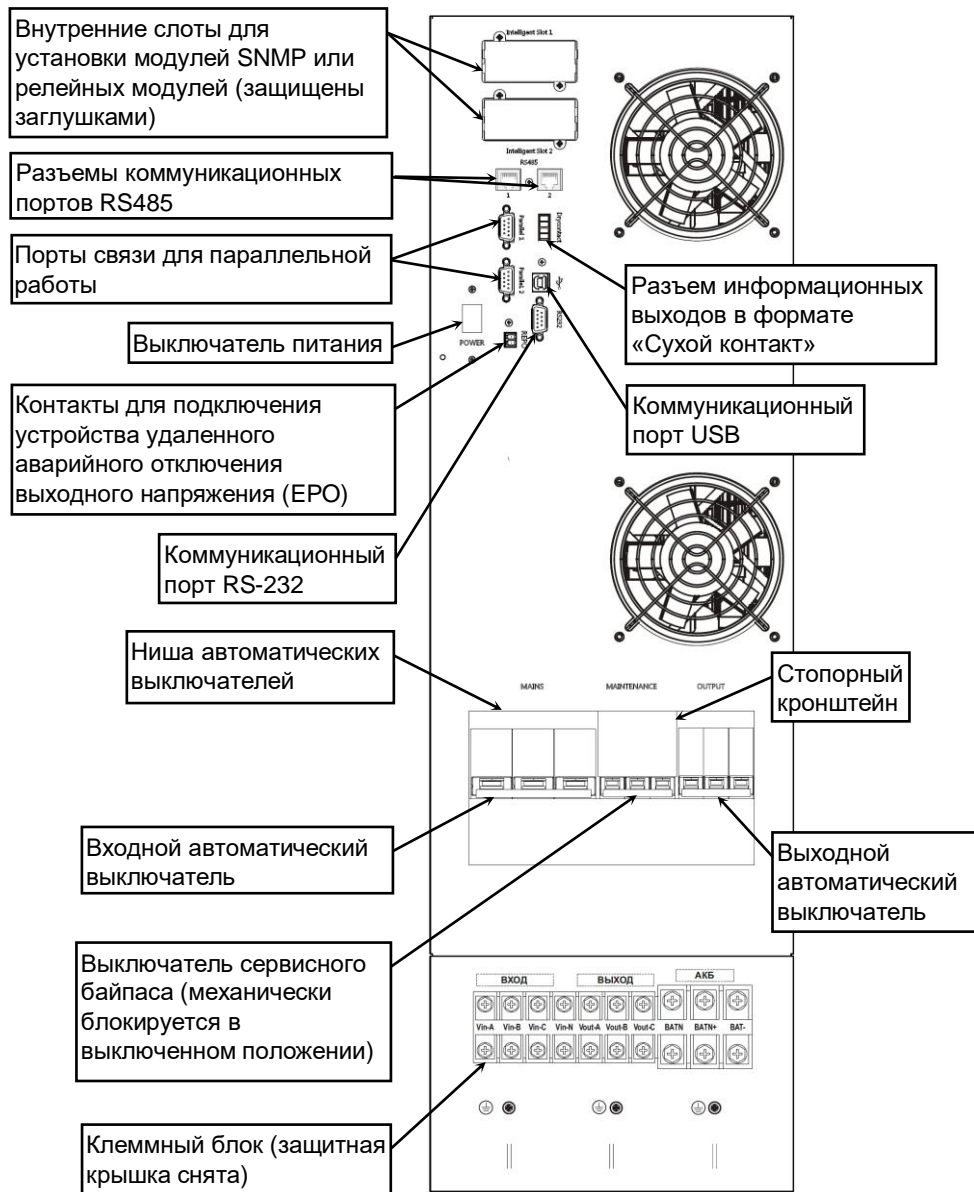

Рисунок 2 — Общий вид задней панели изделия со снятой крышкой клеммного блока
- защитная крышка, под которой расположен блок с винтовыми клеммами для подключения кабелей входа, выхода, и внешней аккумуляторной батареи (см. рисунок 2).